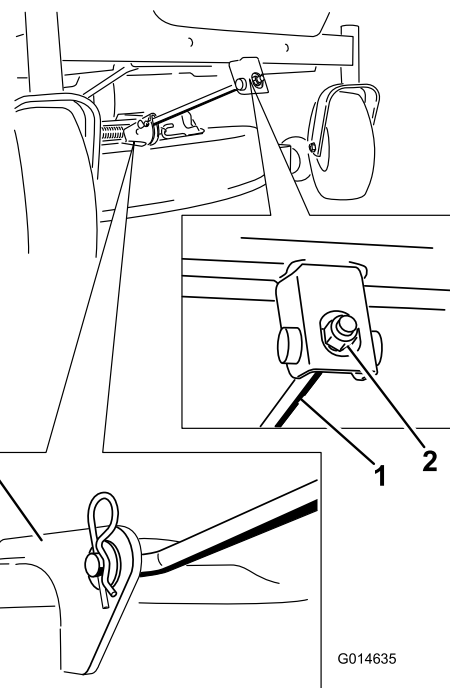

**Figura 60**
- Para ajustar la inclinación longitudinal, gire la tuerca de ajuste de la parte delantera del cortacésped (Figura 60).
- Después de realizar el ajuste, compruebe de nuevo la inclinación longitudinal, y siga ajustando la tuerca hasta que la punta de la cuchilla delantera esté entre 1.6 y 7.9 mm más baja que la punta de la cuchilla trasera (Figura 59 y Figura 60).